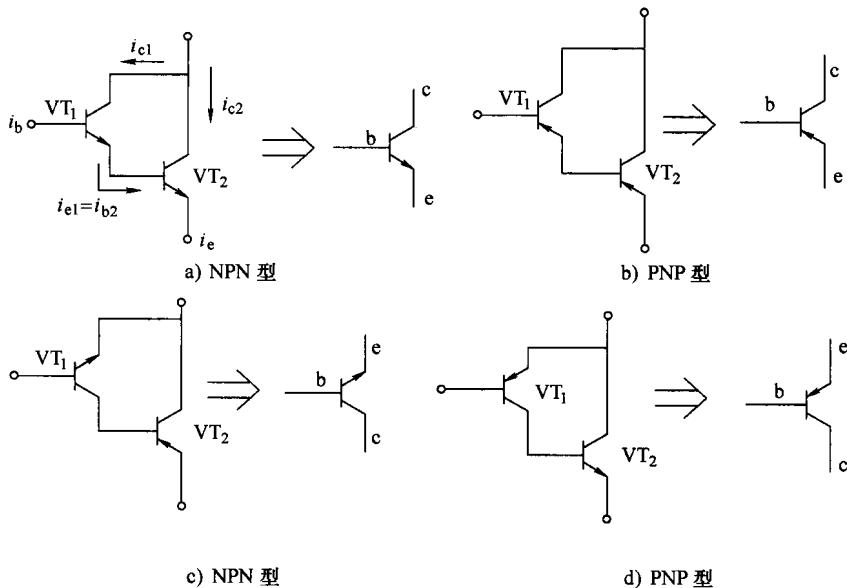

图 1-17 常见的四种复合管
- 3) 复合管的类型由晶体管 VT1 的类型决定，图 1-17 是常见的四种复合管的连接图，其中图 1-17a、b 是由两只相同类型的晶体管组成的复合管，图 1-17c、d 由不同类型的晶体管组成的复合管。